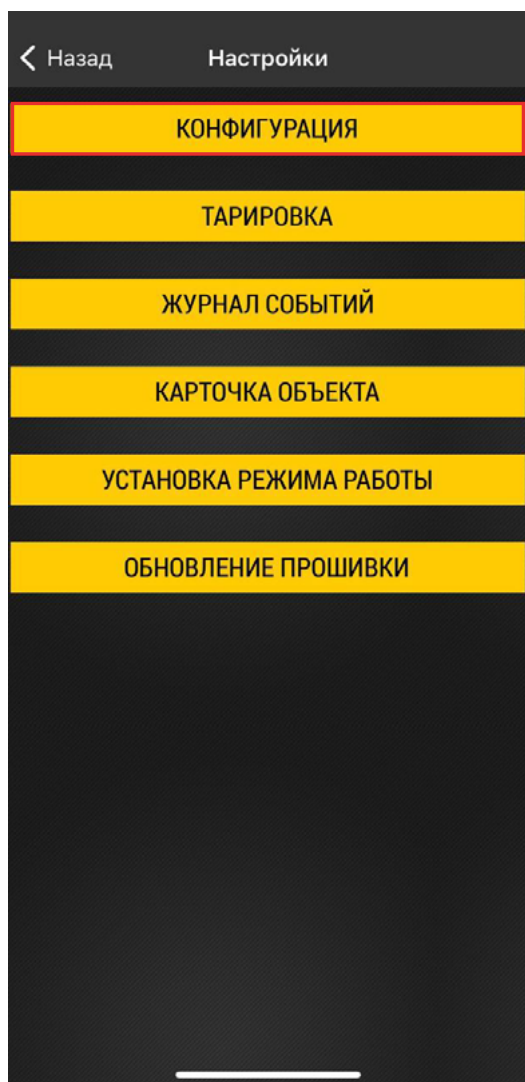

Рис.11. Главное меню.
- На рабочем экране нажмите «Настройки», далее «Конфигурация» (**Рис.11**). Откроется экран с настройками датчика.